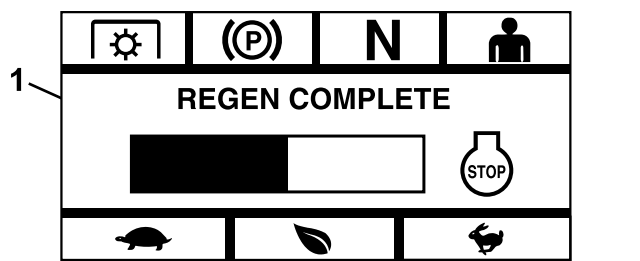

Figure 17
- **Terminé** – si le processus réussit, le module affiche l'écran Regen Complete (régén. terminée) (Figure 17). Il comporte un graphique à barres de décomptage de 5 minutes.